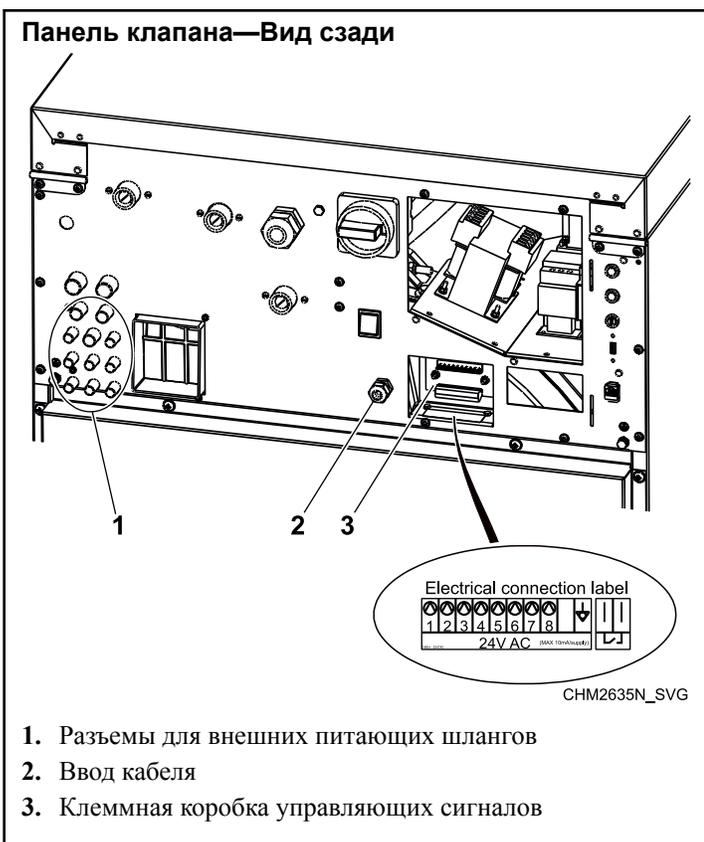

Рис. 36
1. Стоя лицом к задней части машины, найдите восемь (8) разъемов для питающих шлангов диаметром 8 мм [5/16 дюйма] на левой стороне панели клапанов. См. Рис. 36.
Электрический разъем для подключения кабеля подачи сигналов управления питанием можно найти на задней панели. См. Рис. 36. На клеммной коробке имеется наклейка со схемой электрических соединений. Подробнее о подключении линий подачи сигналов можно узнать на электрической схеме машины.